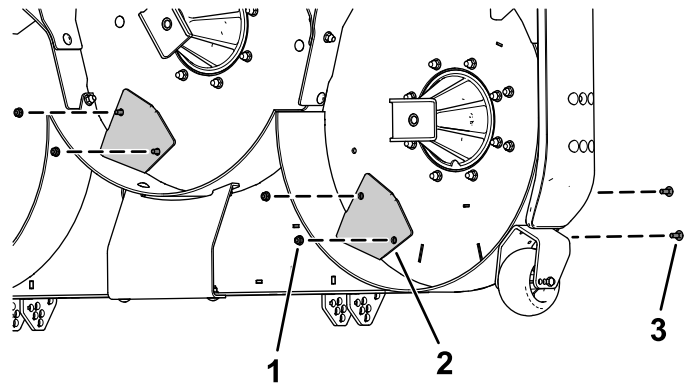

Figura 6
2. Prenda os 2 tirantes na plataforma do cortador utilizando 4 parafusos de carroçaria (5/16 pol. x 7/8 pol.) e 4 porcas flangeadas (5/16 pol.), como se mostra na Figura 6.